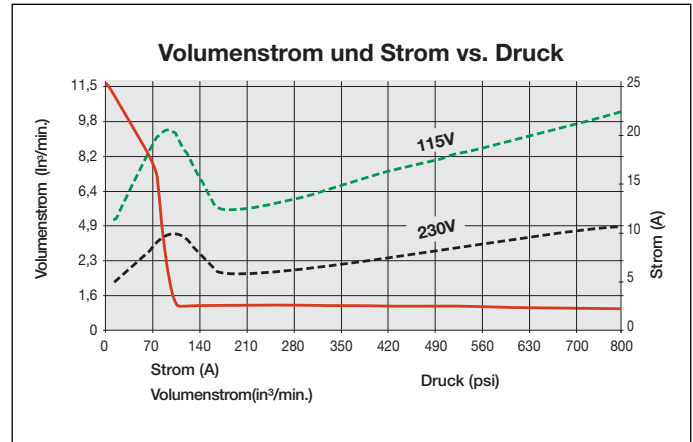

Abb. 1, Volumenstrom-Diagramm
3.2 Volumenstrom-Diagramm (siehe Abb. 1):
*Der tatsächliche Stromverbrauch hängt von der Anwendung ab. Siehe Abb. 1.
1. Der Abschalt- und Leitungsschutz muss vom Kunden bereitgestellt werden. Der Leitungsschutz muss bei 115% des Vollaststroms des Motors bei maximalem Druck der Anwendung liegen (siehe Abb. 1).